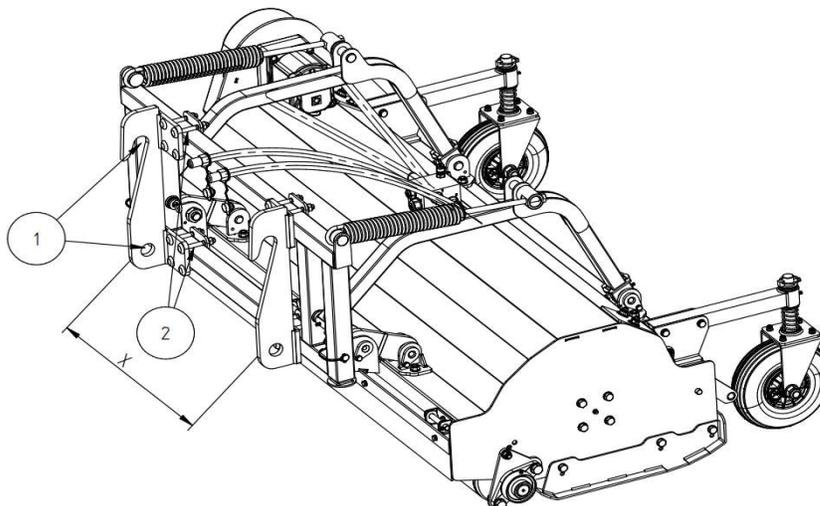

Abbildung 6. Kontrollpunkte für die Befestigung
- schmieren Sie die Maschine gemäß dem Schmierplan (Abbildung 6),